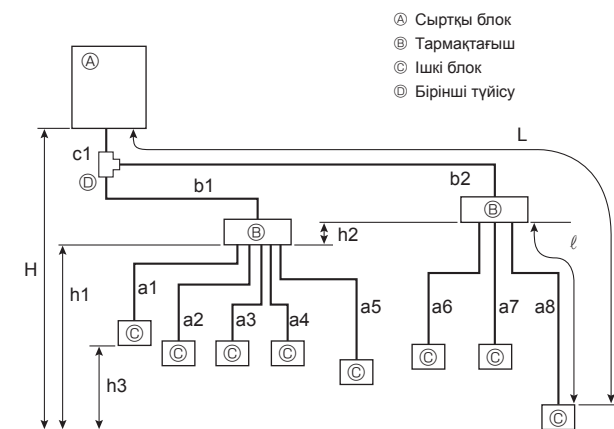

Fig. 4-2
4.2.2. Тармақтағышпен қосу (Fig. 4-2)